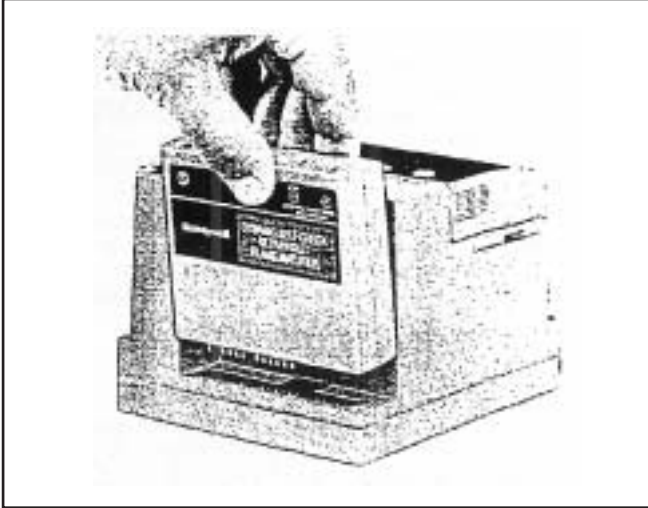

Fig.12. Installation de l'amplificateur de signal de flamme.
1. Actionner le sectionneur principal pour couper l'alimentation électrique avant de commencer l'installation, pour éviter tout risque de secousse électrique ou d'endommagement du matériel. Il est possible que plusieurs sectionneurs soient mis en jeu (voir fig. 12).